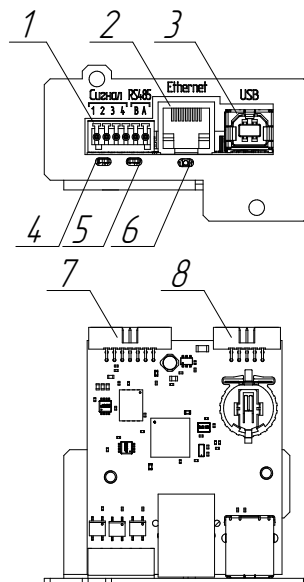

Рисунок 3. Компоненты пользовательского интерфейса платы расширения интерфейсов ШТИЛЬ IC-SNMP/WEB
- «Сигнализация/RS485» (**рисунок 3** (поз.1));
- «Ethernet» (**рисунок 3** (поз.2));
- «USB» (**рисунок 3** (поз.3)).
- «IDC-14» (**рисунок 3** (поз.7));
- «IDC-10» (**рисунок 3** (поз.8)).
- «Питание» (**рисунок 3** (поз.4));
- «Связь» (**рисунок 3** (поз.5)).